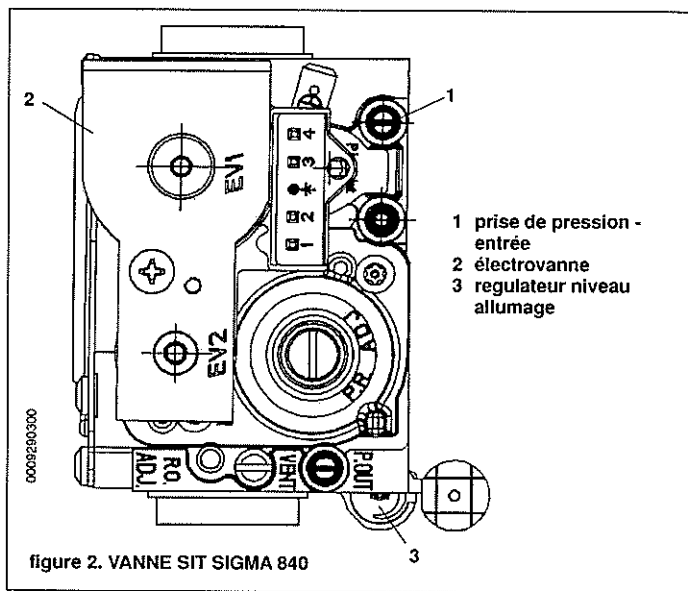

figure 2. VANNE SIT SIGMA 840
- Relier deux manomètres à eau à la prise de pression (1) de la vanne à gaz (figure 2) et de la rampe brûleurs.
- Vérifier que la pression dynamique d'alimentation de la chaudière, mesurée à la prise de pression (Réf. 1 figure 2) de la vanne à gaz soit correcte en fonction du gaz (20 mbar pour le gaz naturel G20, 25 mbar pour le gaz naturel G25, et 37 mbar pour le gaz propane G31).
- Agir sur la vis du régleur de niveau d'allumage (Réf. 3 figure 2), jusqu'à atteindre la valeur indiquée sur le tableau III (visser pour augmenter le niveau d'allumage et viceversa, le procédé doit être fait par tentatifs). Après chaque réglage vérifier l'allumage correct après avoir déséxcité la vanne à gaz pendant au moins 10 secondes.